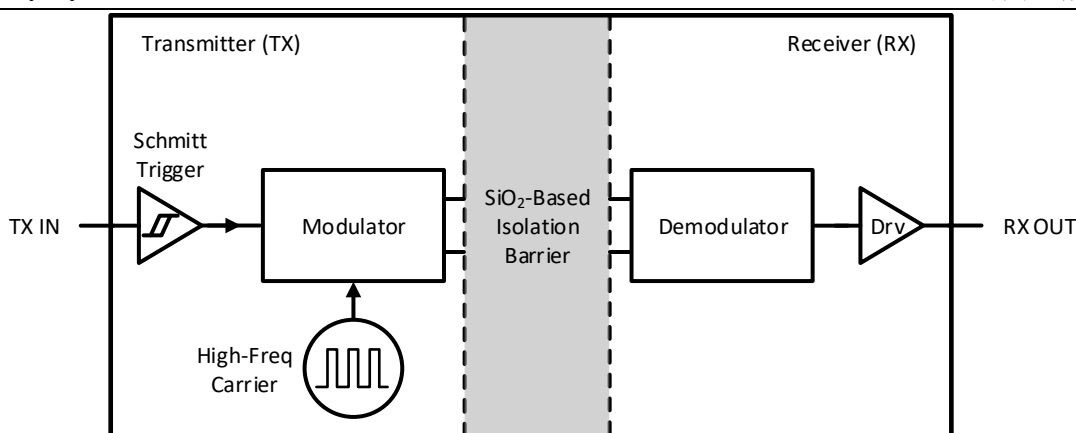
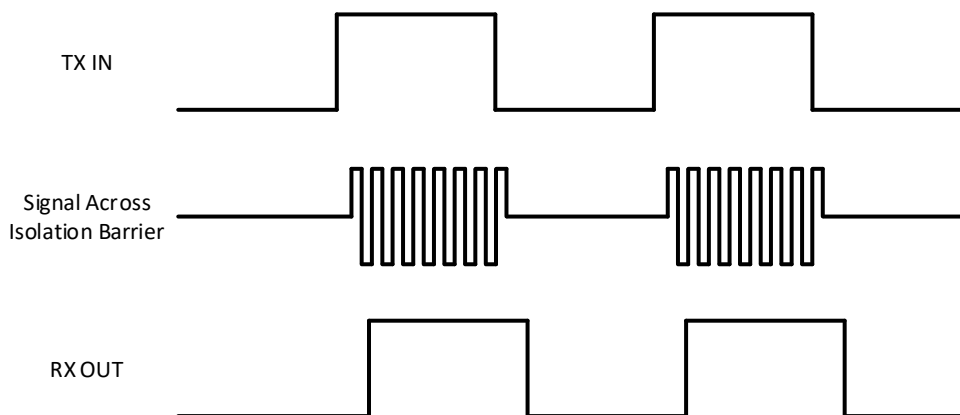

图 8-2 隔离通道的框图
图 8-3 OOK 调制方案的工作波形示意图
CA-IS1306x 器件通过使用简单的开关键控 (OOK) 调制方案在基于二氧化硅的隔离层之间传输数字位流。该隔离层支持高低压域之间高达 5 kV_{RMS} 的电气隔离。隔离通道的框图如图 8-2 所示。如图 8-3 所示，当数字位流为高电平时，发射机 (TX) 通过高频载波对其进行调制，当数字位流为低电平时则不调制。接收机 (RX) 解调通过隔离层的信号并将其准确地恢复成数字位流。隔离通道采用全差分电容耦合架构，对共模瞬态噪声不敏感，因此可以最大化 CMTI 性能。该结构和相关电路同时提供低辐射和高磁场抗扰度。